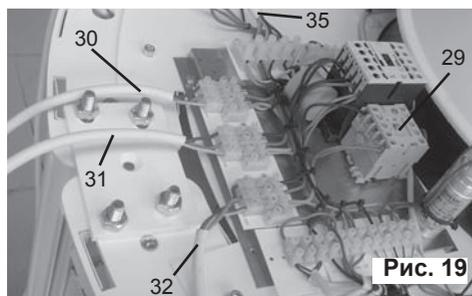

Рис. 19
Все три элемента солярия имеет электрическое подсоединение в верхней части и подсоединяются к блоку управления (29) при помощи 3 штепселей (30 – 32) (Рис. 19).